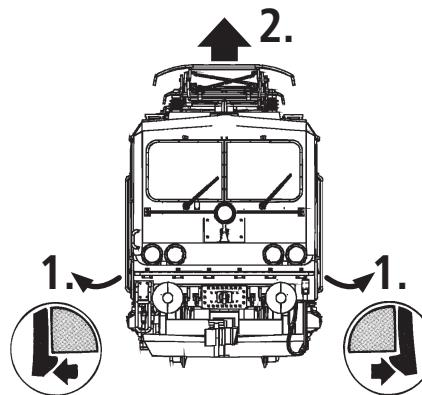

Fig. 3
**2. Schmierung:** Versiehen Sie die im Schmierplan in Fig. 5 gekennzeichneten Stellen mit nur **kleinen Öltropfen**. Dazu zuerst das Lokgehäuse abnehmen (Fig. 3). Wir empfehlen den ROCO **Öler Art.-Nr. 10906**. Fürs Schmieren der Getriebeteile (Zahnräder, Schnecke) empfehlen wir das **ROCO-Spezialfett Art.-Nr. 10905**. Im Falle der Schmierung diese Teile **nicht ölen**.
**Mehrzugbetrieb:** Zuerst Lokgehäuse abnehmen (Fig. 3). Danach den Brückenstecker aus der Schnittstelle entfernen (diesen sorgsam aufbewahren). Danach den Stecker des Steuerbausteins lagerichtig einsetzen (siehe Fig. 7).
**2. Lubrication:** Apply **tiny oil drops** to spots marked in fig. 5. Prior to lubrication dismantle locomotive (fig. 3). We recommend using item no. **10906, Roco oiler**. For lubrication the gearparts (e.g. cogwheels, worm) we would recommend our Roco **special grease** (item no. **10905**).
**4. Carbon Brush Changing:** First remove loco body (fig. 3), and then the motor (fig. 9).
**2. Graissage:** N'appliquez qu'une tout petite goutte aux endroits indiqués par le plan de graissage (fig. 5) après avoir démonté la caisse de la locomotive (fig. 3). Nous vous recommandons le **graisseur à huile Roco réf. 10906**. Pour graisser les engrenages (roues dentées, vis sans fin) nous vous conseillons la **graisse spéciale Roco réf. 10905** pour engrenages en matières synthétiques. Lorsque vous utilisez cette graisse il faut éviter d'huiler ces composants.
**4. Remplacement des balais du moteur:** Démontez la caisse (voir fig. 3). Démontez ensuite le moteur et échangez le balais (fig. 10).